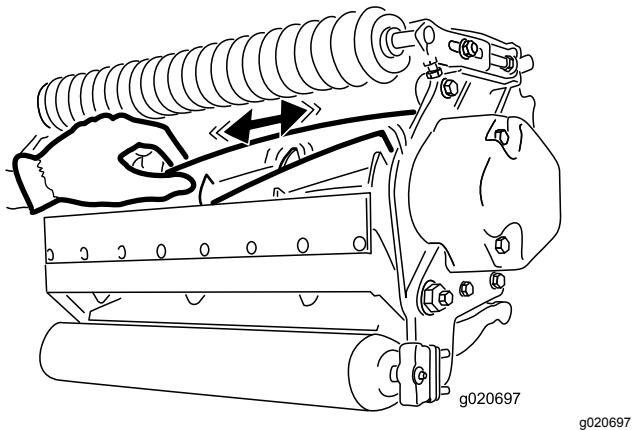

Figura 30
2. Usando un trapo o un guante grueso, sujeté la cuchilla del molinete e intente mover el conjunto del molinete de un lado a otro (Figura 30).